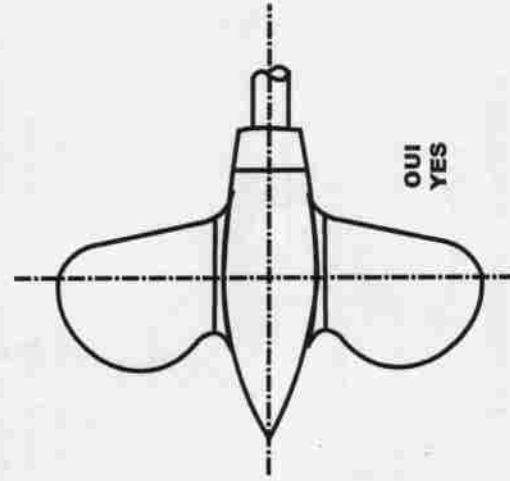

Fig. 6
- Dans la position en drapeau, les deux pales doivent être parfaitement alignées et orientées selon la fig. 6.
- In feathering position the two blades must be perfectly lined up and set like in fig. 6.